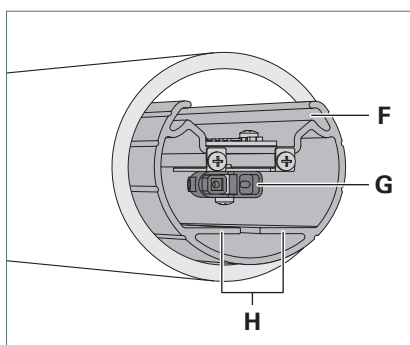

Fig. 5: Profilé porteur et fiche.
- ▶ Retirez un peu le profilé porteur **F** du luminaire, voir Fig. 5.